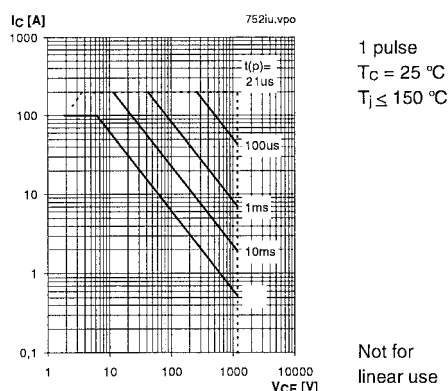

Рис.2.14 Максимально безопасная область $I_C = f(V_{CE})$ при импульсной работе (SOA)
- максимальная рассеиваемая мощность или температура кристалла (диагональные границы) см. рис. 2.14.
Рис. 2.14 показывает максимум кривой $I_C = f(V_{CE})$ при коммутации и в открытом состоянии для разных длительностей импульса t_p с двойной логарифмической шкалой.